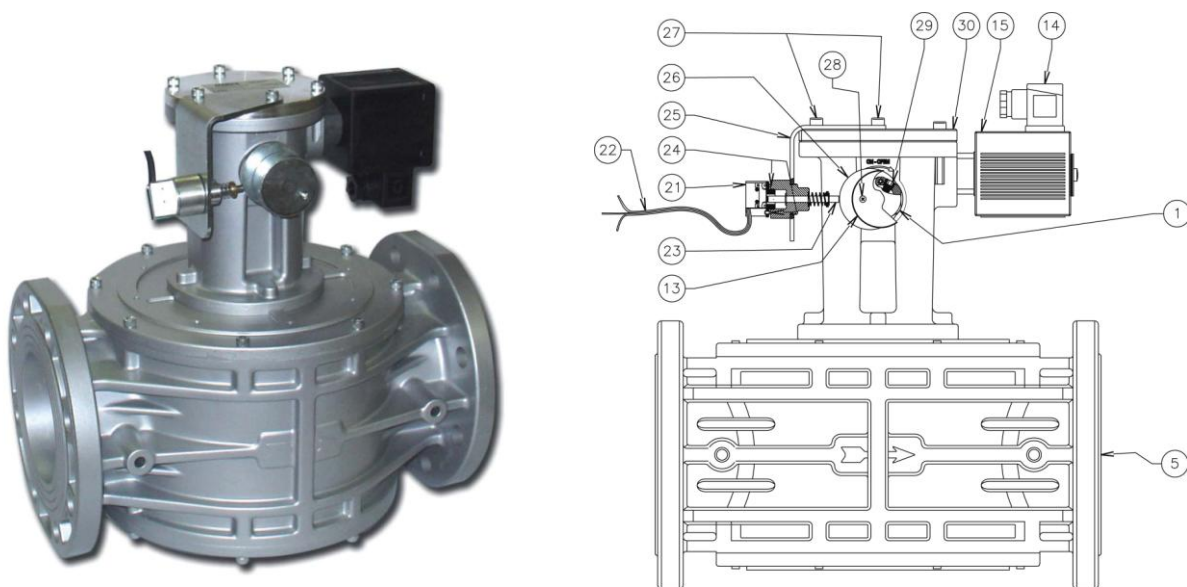

Рис. 7
Если индикаторный переключатель поставляется в комплекте запасных частей, его установка на уже собранный электромагнитный клапан (DN 65 - DN 80 - DN 100 – DN 125 - DN 150 - DN 200 - DN 300) производится в следующем порядке (см. рис. 7) 1. Отвинтите шпильку (29) которая обеспечивает фиксацию рукоятки взвода (1) и извлеките рукоятку.
2. Вставьте эксцентриковое металлическое кольцо (26) и рукоятку взвода (1), поставляемые в комплекте, затем зафиксируйте их с помощью шпильки фиксации (29).
3. Отвинтите два винта (27) с крышки цилиндра (30).
4. Установите кронштейн индикатора (25) на крышку цилиндра (30), как показано на рис. 7, при помощи двух винтов.
5. Для регулировки индикатора (21), установите эксцентриковое металлическое кольцо (26) так, чтобы при закрытом электромагнитном клапане штифт индикатора (23) был нажат.
6. Зафиксируйте в этом положении индикатор (21) используя шпильки крепления индикатора (24).
Клапан (Рис. 7) состоит из: рукоятка взвода (1), корпус клапана (5), колпачок рукоятки взвода (13), электрический коннектор (14), соленоид (15), индикатор положения (21), соединительный кабель (22), штифт индикатора положения (23), шпильки крепления индикатора положения (24), кронштейн для индикатора положения (25), эксцентриковое металлическое кольцо (26), винты фиксации кронштейна для индикатора положения (27), винт фиксации колпачка рычага взвода (28), шпилька фиксации рукоятки взвода (29), крышка цилиндра(30).